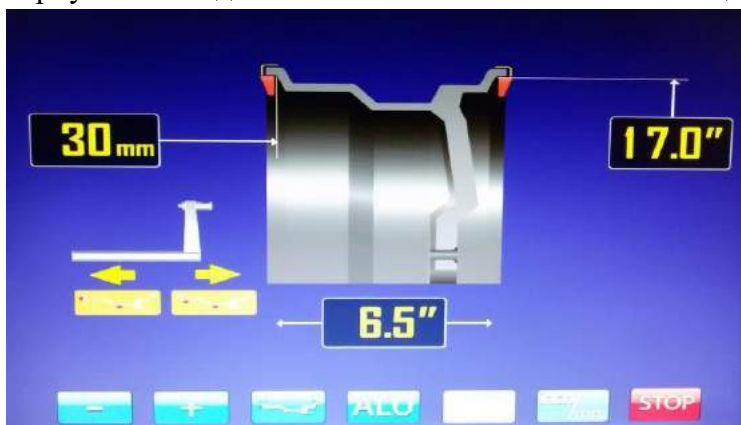

Рис. 28.2.
28.4. Если выбрана схема установки с двумя клеящимися грузами, необходимо подвести палец на конце рукоятки к месту установки первого клеящегося груза (внутренняя плоскость колеса), удерживайте штангу в этом положении до появления звукового сигнала. Затем подведите палец на конце рукоятки к месту установки второго клеящегося груза (внутренняя плоскость колеса, рядом со спицами), дождитесь появления звукового сигнала (рис. 28.2).